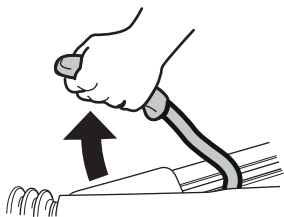

Bild 8
- Dra åt parkeringsbromsen och/eller säkra däcken med kilar (Bild 8).